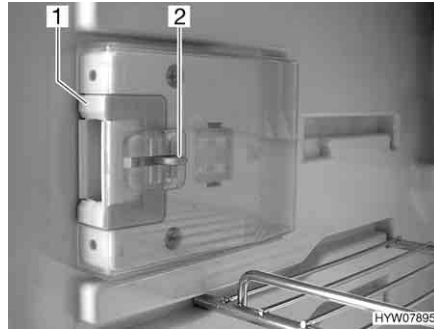
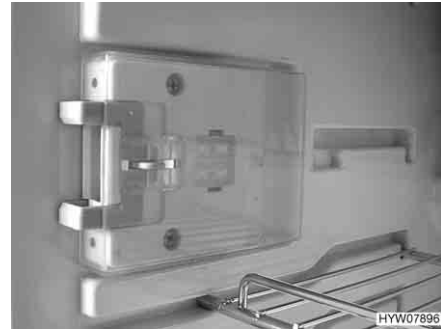

Bild 146 Låsanordning i normalläge
Bild 147 Låsanordning i ventilationsläge
- Tryck in frigöringen (Bild 146,2).
- Skjut låsanordningen (Bild 146,1) framåt (Bild 147).